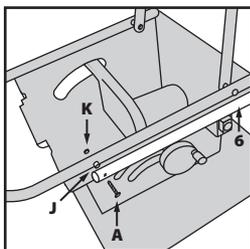

Fig. 10
- Collegare il componente **3** al resto del blocco gamba utilizzando i rimanenti elementi di fissaggio etichettati **A**, **J** e **K** (**Fig. 10**). Può essere utile spostare da una parte il componente **4**.